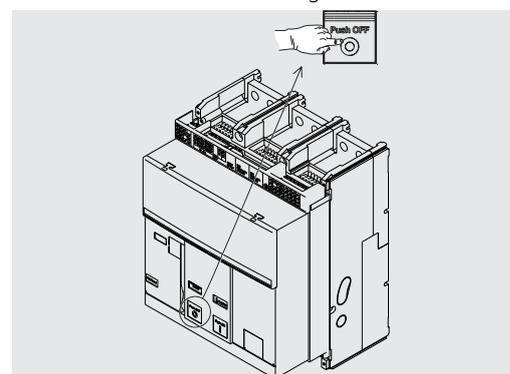

Figura 47
6. Apertura - Premere il pulsante di apertura "O - Push OFF" come indicato in Figura 47.